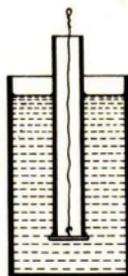

Abb. 71 Aufdruck
**Der Aufdruck.** Wir verschließen ein unten abgeschliffenes Glasrohr mit einer Metallscheibe, die wir mittels einer Schnur festhalten, und tauchen es in Wasser (Abb. 71). Der Einfachheit halber wollen wir bei den folgenden Betrachtungen von vornherein annehmen, daß der Querschnitt der Röhre 1 cm2 betrage.